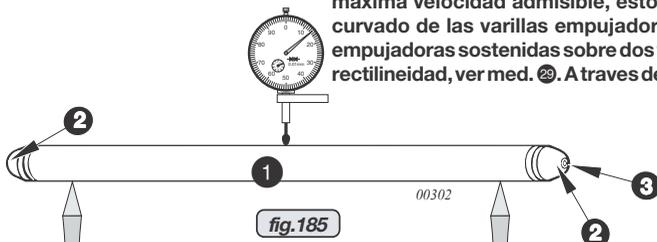

fig.185
14.8) Varillas empujadoras See fig. 185.